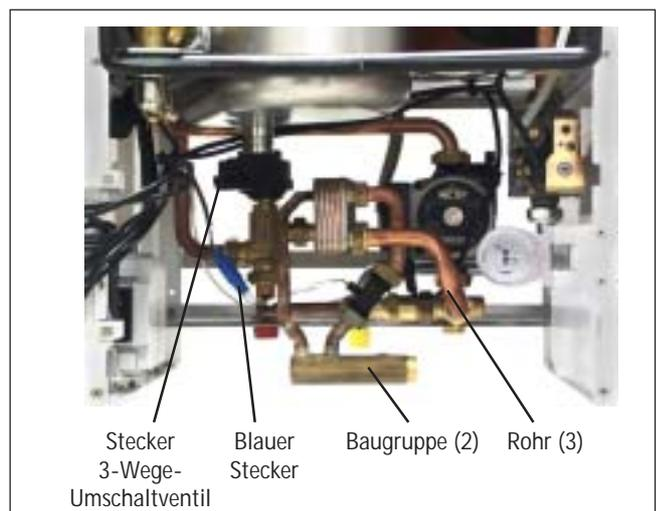

Bild 3: Kombitherme fertig umgerüstet.
- Bauen Sie anstelle des Bogen-90° das 3-Wege-Umschaltventil (1) ein (Bild 3).
- Schrauben Sie die vormontierte Baugruppe (2) an dem 3-Wege-Umschaltventil an.
- Verbinden Sie den Plattenwärmetauscher und den Verteilerblock mit dem beiliegenden Rohr (3).
- Schließen Sie das 3-Wege-Umschaltventil mit dem dafür vorgesehenen Stecker am Kabelsatz an (Bild 3).
- Verbinden Sie die blaue Buchse des Durchflußsensors mit dem blauen Stecker des Kabelsatzes (Bild 3).
- Kleben Sie den Umrüstaufkleber (5) unter das Geräte-Typenschild.